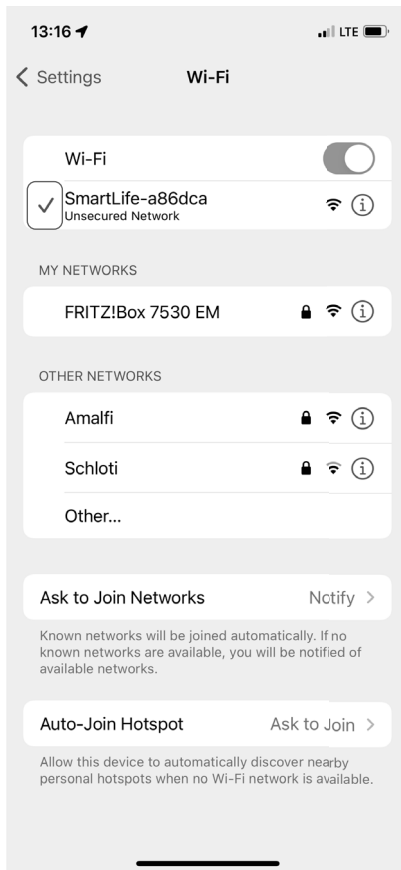

Fig. 10
- ▶ Attendez que la connexion soit établie (visible généralement à la présence d'une coche à côté du nom du réseau, **voir fig. 10**).